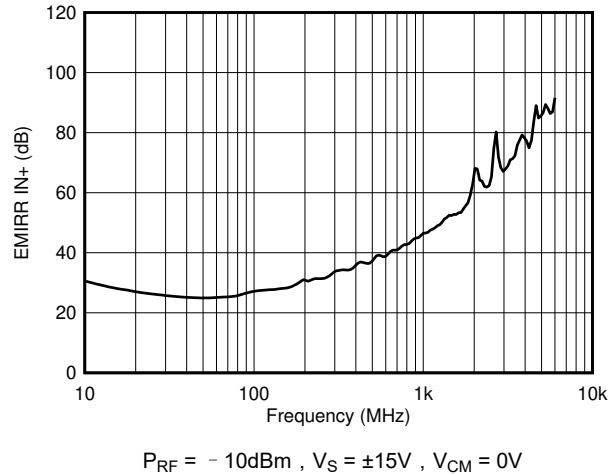

图 8-3. EMIRR 测试
OPAx191 采用集成电磁干扰 (EMI) 滤波来减少无线通信设备、混合使用模拟信号链和数字元件的高密度电路板等干扰源产生的 EMI 效应。利用电路设计技术可以提高 EMI 抗扰度；OPAx191 受益于这些设计改进措施。德州仪器 (TI) 已经开发出在 10MHz 至 6GHz 宽频谱范围内准确测量和量化运算放大器抗扰度的功能。图 8-3 显示了对 OPAx191 执行此测试的结果。表 8-1 显示了在实际应用中 OPAx191 在常见特定频率下的 EMIRR IN+ 值。表 8-1 中列出的应用可在下图所示的特定频率或其近似频率下运行。相关详细信息也可参见 运算放大器的 EMI 抑制比应用报告，用户可从 [www.ti.com](http://www.ti.com) 下载该报告。